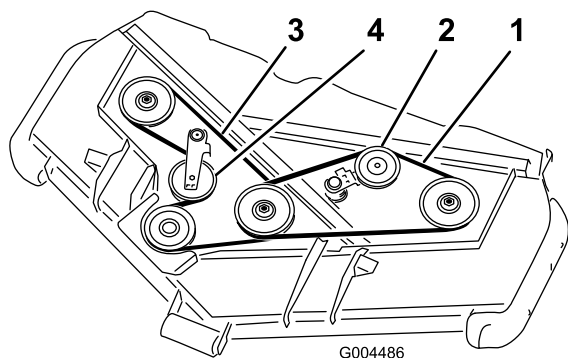

図 79
3. バールなどの工具を使って上ベルト用アイドラプーリ()をベルトから引き離してベルトの張りをなくす 図 79。
4. バールなどの工具を使って下ベルト用アイドラプーリ()をベルトから引き離してベルトの張りをなくす 図 79。
5. 図 79のように、ギアボックスプーリ、下ベルト用スピンドルプーリ、アイドラプーリに新しいベルトを回しかける。
6. 図 79のように、上ベルト用スピンドルプーリとアイドラプーリアセンブリに新しいベルトを回しかける。